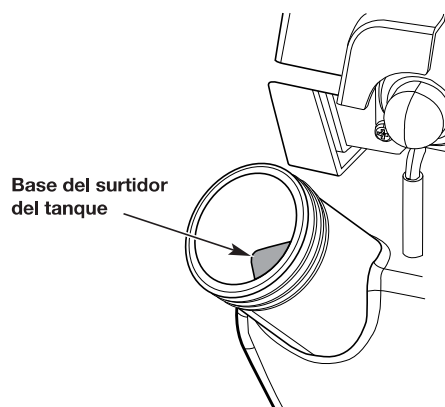

Fig. 6a
3. Coloque el pico del recipiente del combustible en el orificio para llenado del tanque y llénelo. Deje de agregar gas cuando vea que el nivel llega a la base del surtidor del tanque (Fig. 6a).